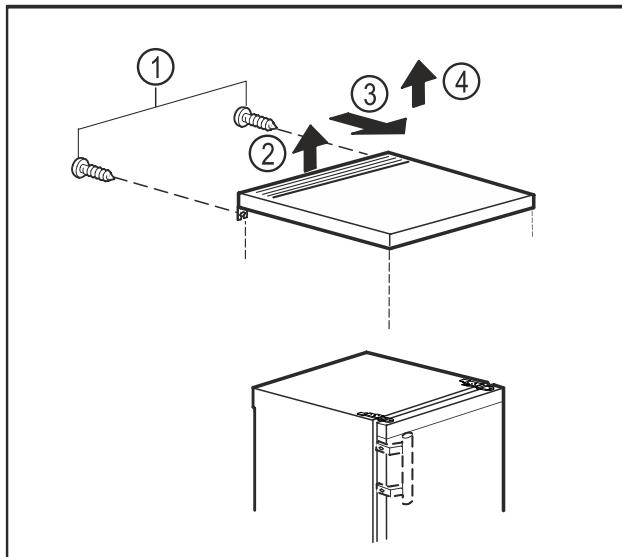

Fig. 6
- Свалете винтовете от задната страна. Fig. 6 (1)
- Повдигнете плота на масата отзад. Fig. 6 (2)
- Преместете плота на масата напред. Fig. 6 (3)
- Повдигнете плота на масата нагоре. Fig. 6 (4)